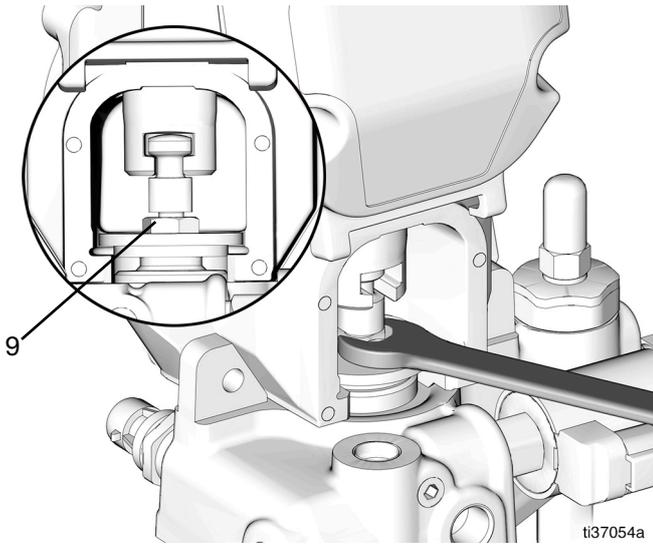

FIG. 33
11. Retirer le couvercle de protection (8).
12. Desserrer l'écrou de retenue (9) avec une clé plate de 5/8 po. (FIG. 33).